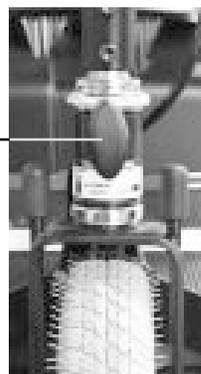

Figure 12A. Guidon (verrouillé)
1. Tout d'abord, placez la direction du guidon droit devant (voir la figure 12). Pesez sur le bouton de blocage et tournez-le 90° dans le sens horaire pour empêcher le guidon de tourner. Voir la figure 12A.